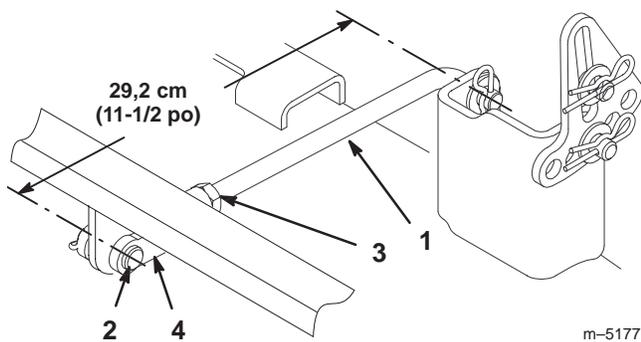

Figure 40
4. Mesurez la longueur du tourillon arrière (Fig. 40). Si elle n'est pas égale à 29,2 cm (11,5 po), enlevez l'axe de chape et la goupille fendue à l'extrémité du tourillon (Fig. 40), desserrez l'écrou de blocage et tournez la chape jusqu'à obtention de la longueur voulue. Fixez ensuite la chape avec l'axe et la goupille fendue. Répétez la procédure de l'autre côté de la tondeuse.
- Quand l'inclinaison avant/arrière voulue est obtenue, serrez les écrous de blocage (Fig. 40 et 42)